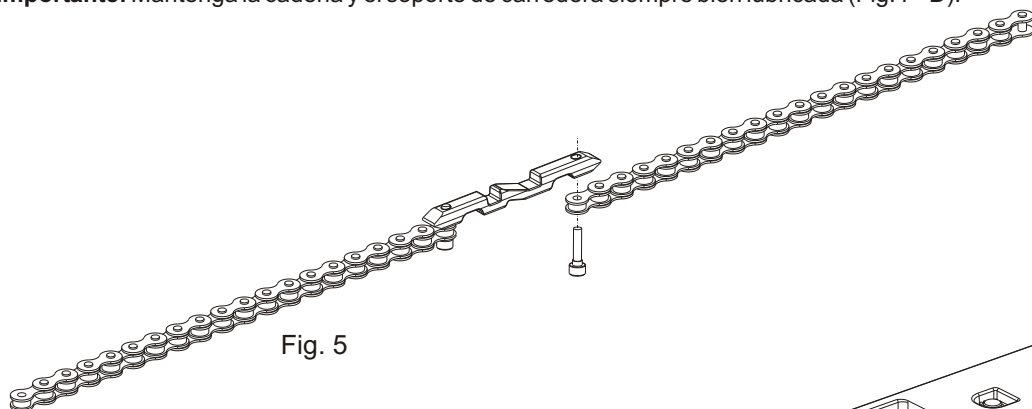

Fig. 5
- Una los dos extremos de la cadena utilizando la malla y los dos tornillos proporcionados (Fig. 5).